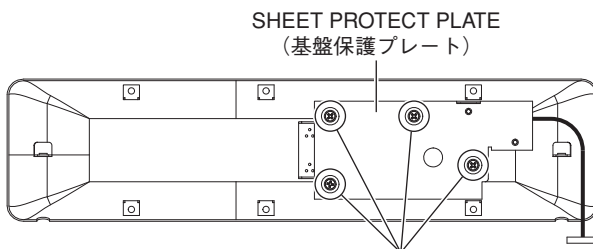

Fig. 3 (図 3)
- 4-2. Remove the four (4) screws marked [50A]. The sheet protect plate can then be removed. (Fig. 3)
- 4-2. [50A] のネジ 4 本を外して、基盤保護プレートを外します。(図 3)